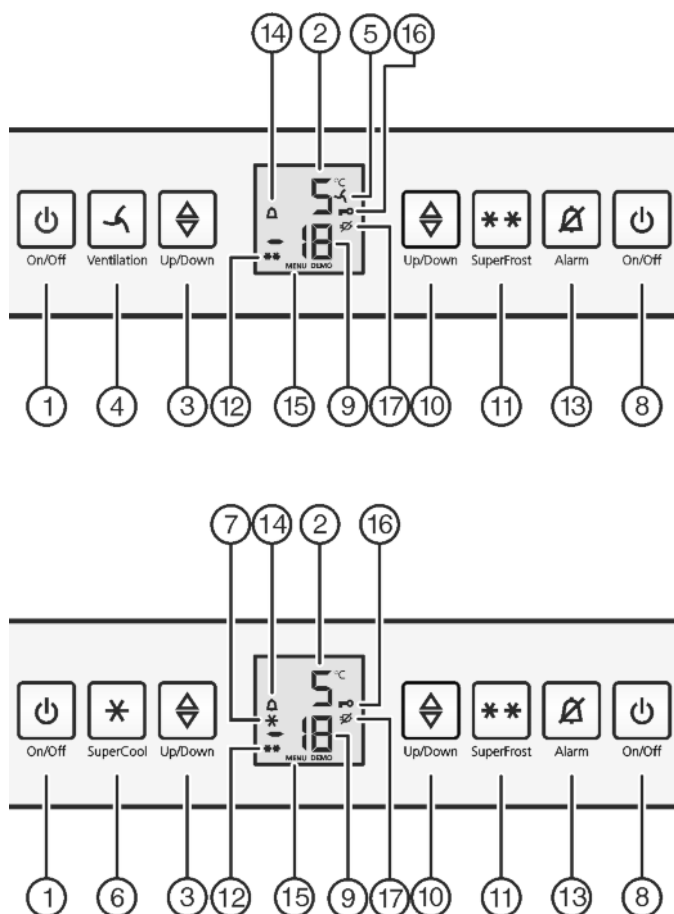

Fig. 2
- ▶ Натиснете бутона On/Off на фризерната част Fig. 2 (8).
- ▶ Натиснете бутона On/Off на хладилната част Fig. 2 (1).
- ▶ Активиране на режим настройки: Натиснете бутона SuperFrost Fig. 2 (11) за ок. 5 секунди.
- ▷ На индикатора се показва символът Меню Fig. 2 (15)
- ▶ Потвърдете чрез кратко натискане на бутона SuperFrost Fig. 2 (11).
- ▷ Символът Защита от деца Fig. 2 (16) светва на индикатора.
- ▶ Натиснете за кратко бутона On/Off фризерна част Fig. 2 (8).
- ▷ Символът Защита от деца Fig. 2 (16) угасва.
Заедно с това температурният индикатор и графичният символ Аларма Fig. 2 (14) мигат.
Сирената автоматично спира, символът Аларма Fig. 2 (14) изгасва и температурният индикатор спира да мига, когато температурата отново е достатъчно ниска.
- ▶ Натиснете бутона Аларма Fig. 2 (13).